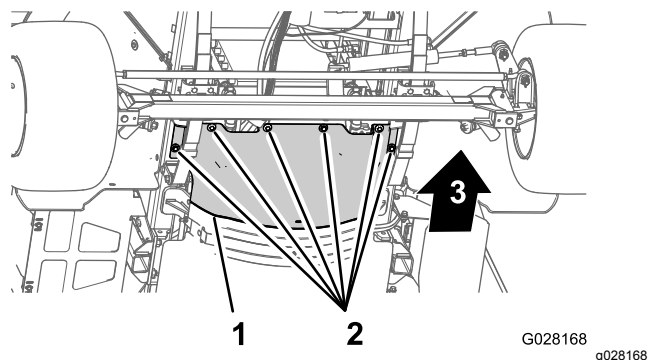

Figura 58
3. Retire os 6 parafusos de cabeça hexagonal e as 6 anilhas que fixam a proteção térmica dianteira ao chassis e retire a proteção (Figura 58).